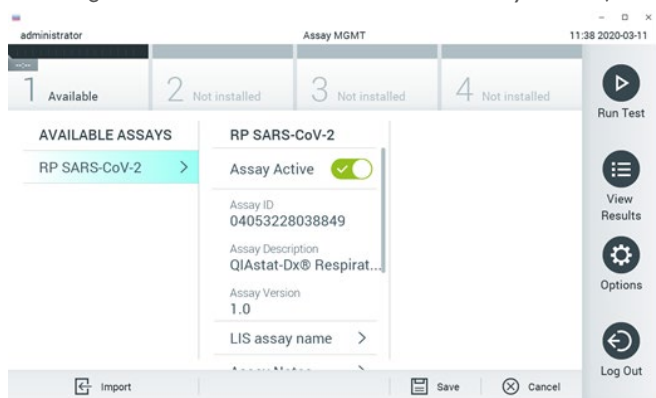

Figure 90. Activation du dosage.
7. Le dosage devient actif si vous sélectionnez Assay Active (Dosage actif) (Figure 90).